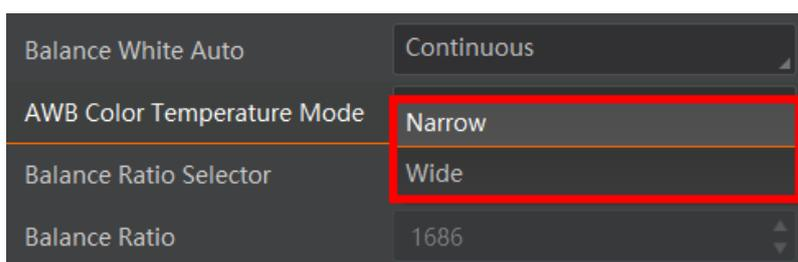

图10-27 自动白平衡色温模式设置
3. *Balance White Auto* 参数默认为 *Continuous*，且色温模式为窄域，即 *AWB Color Temperature Mode* 为 *Narrow*。若在此色温模式下进行自动白平衡后，图像色彩效果仍然不佳，可将 *AWB Color Temperature Mode* 参数设置为 *Wide*，再进行自动白平衡校正，如图 10-27 所示。